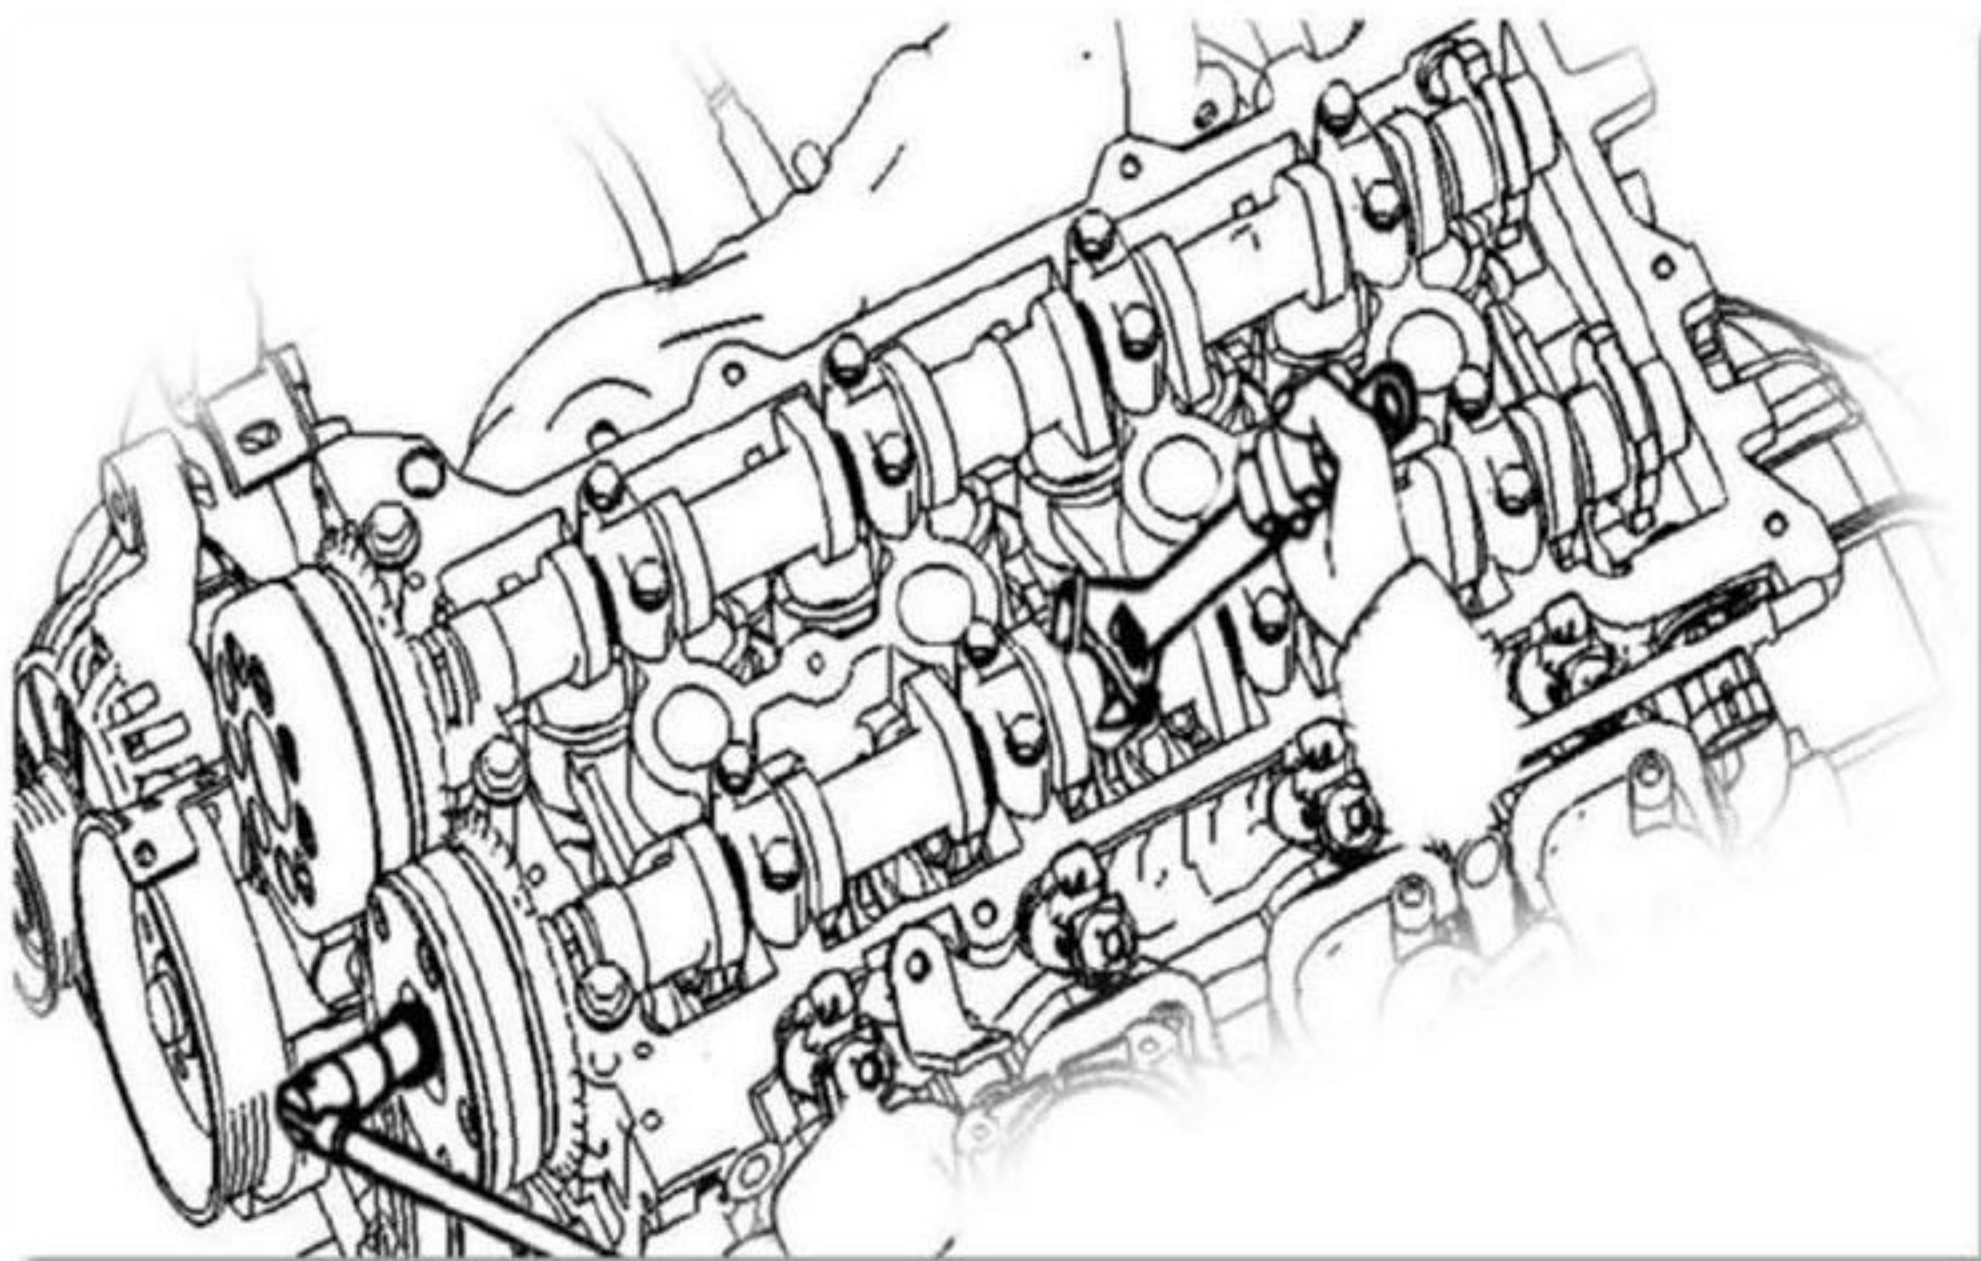

图 10-8
- 1) 拆下进、排气 VVT，见图 10-8（拆卸螺栓时严禁凸轮轴转动以免气门与活塞碰触损伤）；